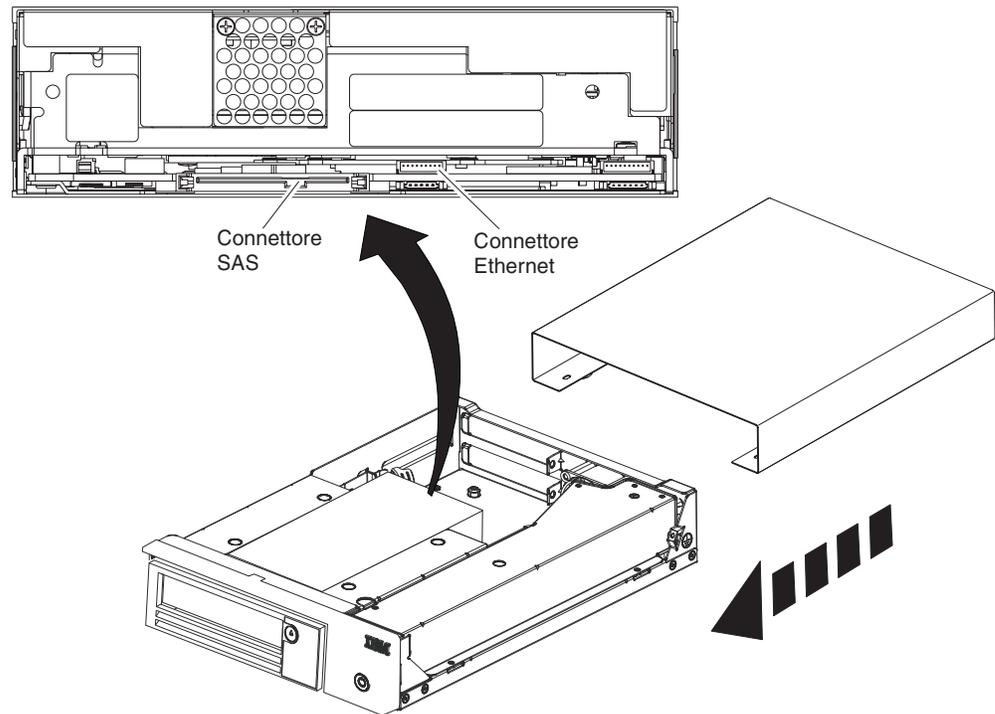

Figure 24. Rimozione dei cavi dall'unità interna
6. Spingere delicatamente il pannello posteriore dell'unità per rimuovere lo chassis dal coperchio (vedere Figure 24 on page 81).
1. Scollegare il cavo dell'interfaccia SAS e il cavo dell'interfaccia Ethernet (vedere Figure 24) dall'unità. Quando si scollega il cavo dell'interfaccia SAS interno vengono scollegati dall'unità sia il cavo dell'interfaccia SAS che il cavo di alimentazione.